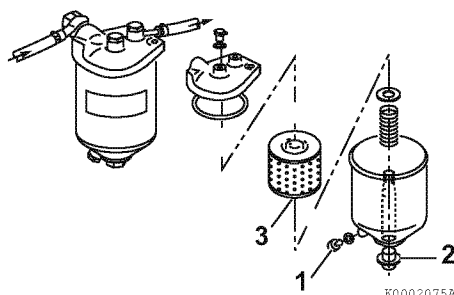

Figura 4
2. Desaperte a válvula de drenagem (1, **Figura 4**) na parte de baixo do filtro de combustível/separador de água e drene qualquer água e sujeira.
3. Retire o parafuso central (2, **Figura 4**) para desmontar o filtro de combustível/separador de água. Limpe o elemento (3, **Figura 4**) dentro com combustível limpo.